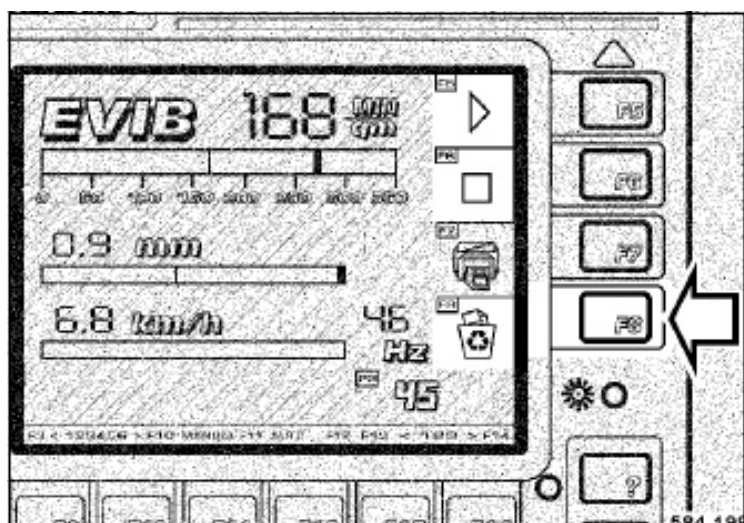

Fig. 87
- Después de no desear más impresos de este recorrido hay que pulsar la tecla F8 "BORRAR" (Fig. 87) después de volver a relucir el campo de control rojo F6 „LISTO“.